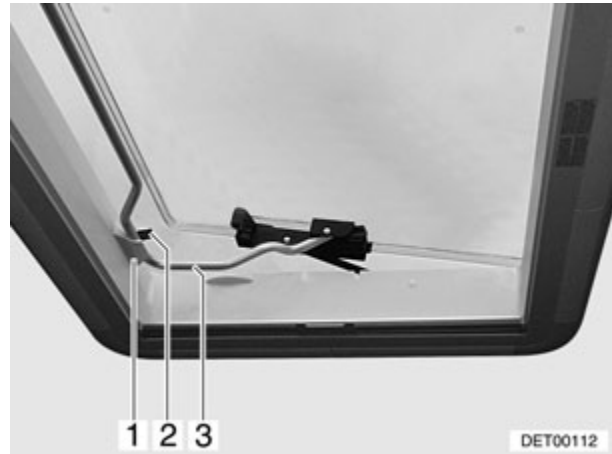

Fig. 45 Claraboya Heki en posición de ventilación 2
- Situar la horquilla (Fig. 45,3) en la sujeción (Fig. 45,1).
- Colocar la palanca (Fig. 45,2) sobre la horquilla.